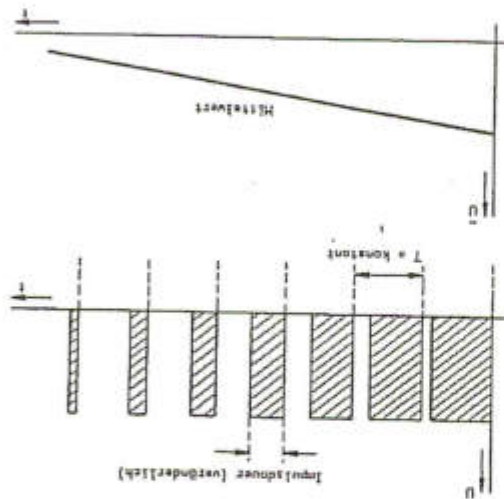

Bild 1
In Bild 1 ist das Prinzip der Pulsdauermodulation gezeigt. Als Beispiel ist die Modulation einer Spannung U gewählt. Impulse mit konstanter Amplitude und gleichbleibendem zeitlichem Abstand T , d. h. mit konstanter Frequenz, werden in ihrer Dauer so moduliert, daß sich der resultierende Spannungsmittelwert (U) in der geforderten Weise ändert.